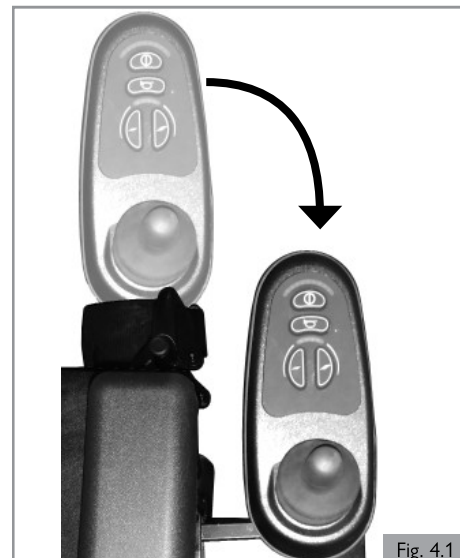

Fig. 4.1
- Cuando el brazo abatible en paralelo se está utilizando, maneje la silla de ruedas solamente a la velocidad de maniobra mínima. (Fig. 4.1)